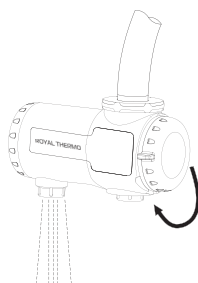

Рис.2
- 2) Поверните переключатель водонагревателя вверх (рис.2), индикатор температуры покажет степень нагрева воды. Степень нагрева воды связана с протоком воды в смесителе: чем меньше поток, тем выше температура.